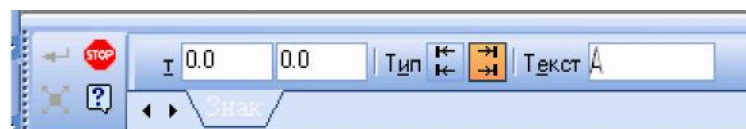

Рис. 3.20. Панель властивостей при включенні кнопки Лінія розрізу
- Лінія розрізу - відкриває панель властивостей (рис.3.20), що дозволяє вказати графічним курсором місця положень січних площин і відповідні позначення розрізу (перетину) на кресленні.